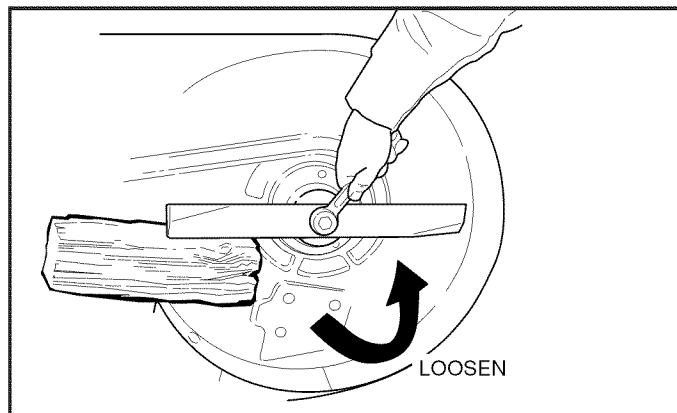

Figura 24
2. Para quitar la cuchilla, utilice un bloque de madera para prevenir la rotación de la cuchilla al aflojar el tornillo de cabeza hexagonal (ver Figura 24).